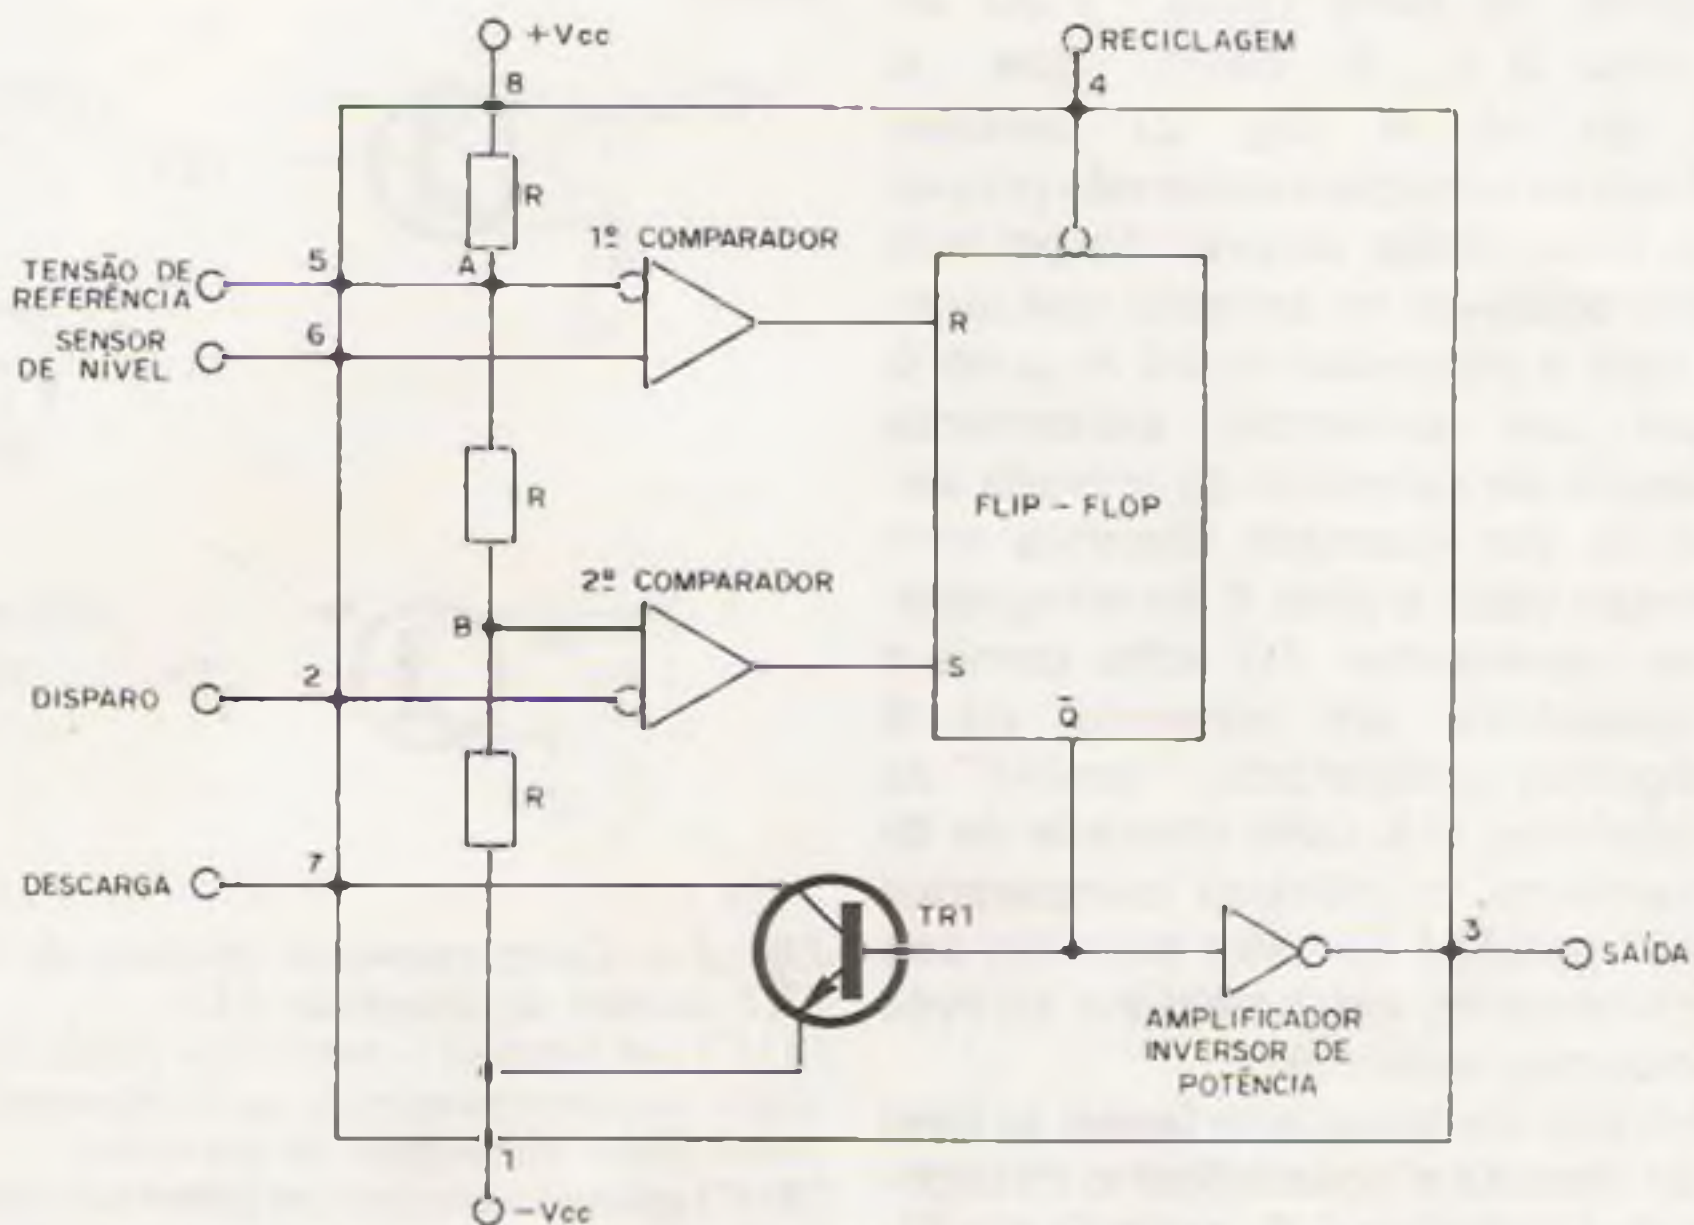
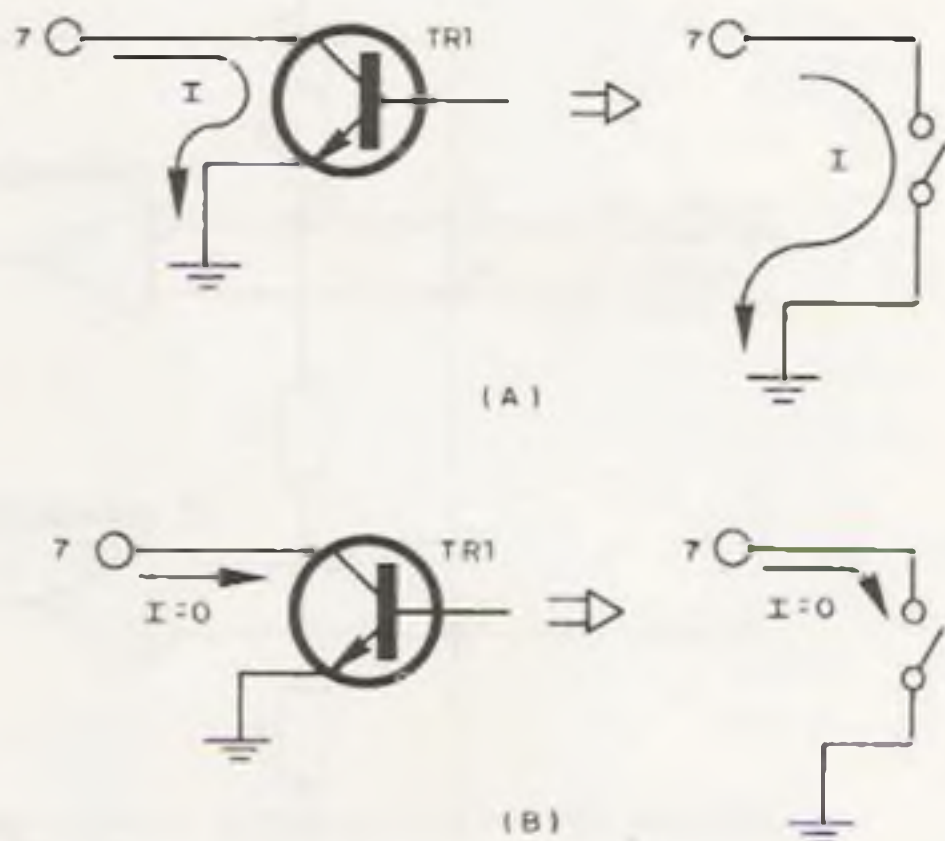

Fig. 2 - Diagrama em blocos do integrado 555.
Fig. 3 - Comportamento elétrico do transistor TR1 interno ao integrado 555:
Internamente ele é constituído por dois comparadores de tensão, um transistor NPN, um "flip-flop", um divisor resistivo que fornece as tensões de referência para os dois comparadores e um amplificador inversor cuja finalidade é aumentar a corrente de saída do integrado, tornando o CI compatível tanto com os integrados da família TTL como os de tecnologia CMOS (Fig. 2).
Vejamos agora, em poucas linhas, o funcionamento do integrado, recorrendo, sempre que for necessário, ao desenho da Fig. 2.
Suponhamos que o CI esteja sendo alimentado com 15Vcc entre os pinos 8 e 1 (vide fig. 2), suponhamos ainda que por qualquer razão, que não interessa no momento, o integrado esteja reciclado, isto é, em repouso, ou o que é a mesma coisa: que a saída (pino 3) se encontre em nível lógico baixo (aproximadamente zero volts ou ligeiramente superior). É claro que a tensão (em relação ao pino 1 - terra) nos nós A e B (fig. 2) valerá respectivamente 10 e 5 volts, isto por duas razões: a primeira porque o CI, como dissemos acima, está, por hipótese, sendo alimentado com 15 volts cc e a segunda porque são numericamente iguais as resistências dos resistores R indicados na Fig. 2, portanto pela simples aplicação da Lei de Ohm...
$2/3$  de  $V_{cc}$  (potencial do nó A - fig. 2). Ora, um pulso na entrada R do bi-estável faz com que ele se recicle (volte ao repouso) e aí a sua saída  $\bar{Q}$  passará do nível L para o nível H, com isto o transistor TR1 passa a conduzir fortemente comportando-se tal qual mostra o circuito equivalente da fig. 3 (A). Por outro lado, o nível alto em tensão presente na saída  $\bar{Q}$  é amplificado e invertido pelo estágio de potência interno ao CI, advindo daí em nível lógico baixo (nível L) na saída do integrado, caracterizando o estado de repouso do "bichinho".
potencial do nó A seja alterado, para um valor inferior, ou superior, a  $2/3$  de  $V_{cc}$  ( 10 volts no nosso exemplo ) conforme respectivamente esse resistor esteja ligado ao terra ( pino 1 ) ou ao  $+ V_{cc}$  ( pino 8 ); é óbvio que o potencial do nó B (fig. 2) também acompanhará as variações de tensão proporcionalmente provocadas através da entrada sensor de nível, observar no entanto que qualquer que seja o potencial do nó A, o nó B apresentará um potencial exatamente igual à metade do potencial da entrada sensor de nível: se por exemplo fizermos com que em nosso caso o pino 5 do integrado, em vez de apresentar 10 volts como é normal, apresentar um potencial de 8 volts, o segundo comparador, "sentirá" as tensões inferiores a 4 volts (metade de 8) e, evidentemente, o primeiro comparador só "sentirá" tensões de valor superior aos 8 volts previamente estabelecidos através de componentes externos.